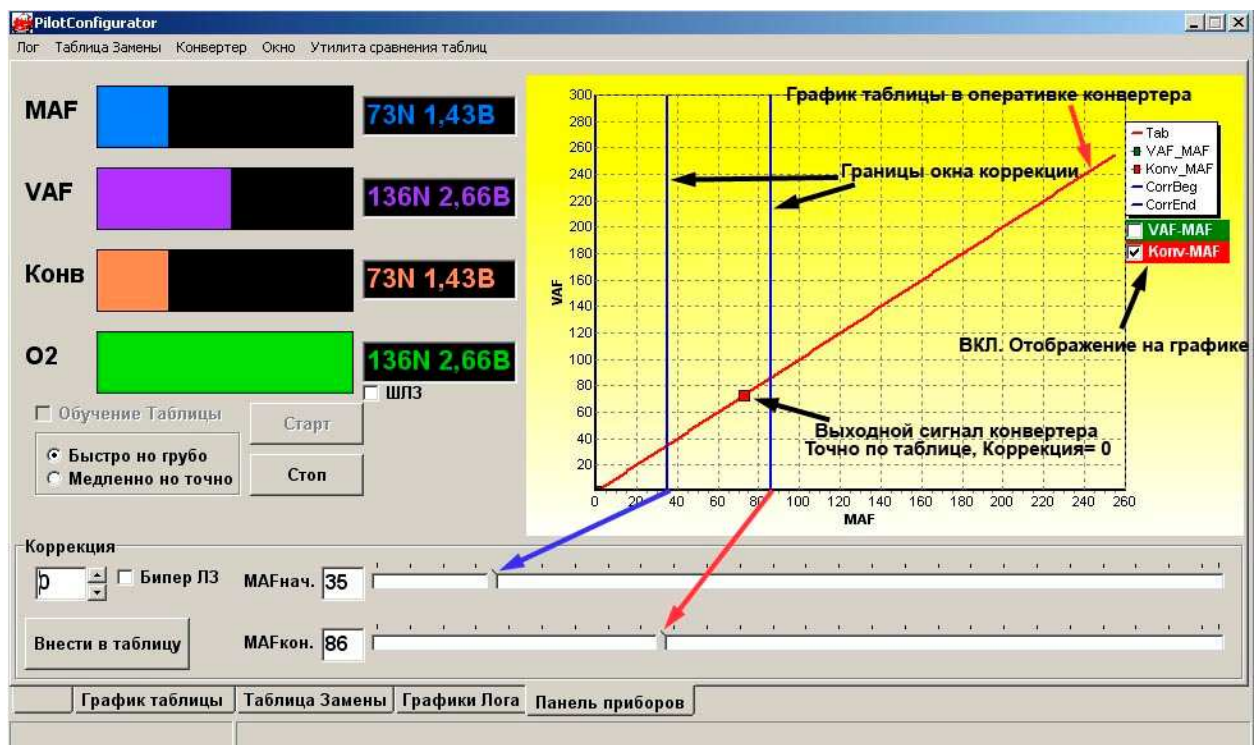

Рис.10 Панель приборов в режиме коррекции выходного сигнала конвертера. В данном случае коррекция = 0.
5. Запускаем панель приборов и только затем устанавливаем границы окна, к которому будет применяться коррекция (см. Рис. 10).